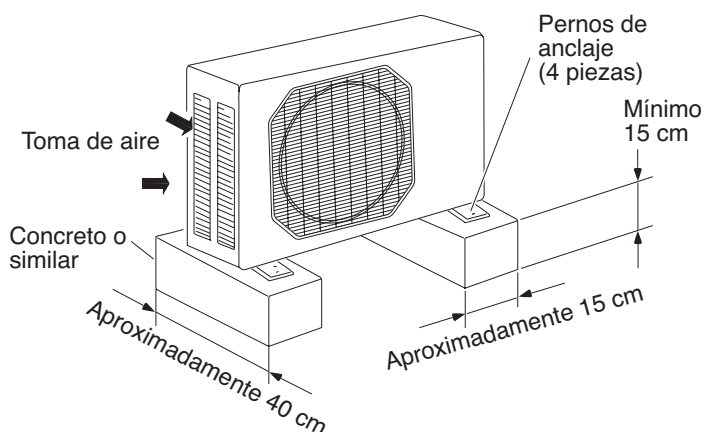

Fig. 5c
- Provea una base sólida (amortiguador de concreto de nivel, bloque de concreto, vigas de 15 × 40 cm o similar) un mínimo de 15 cm sobre el nivel de suelo para reducir la humedad y proteger la unidad contra posible daño por agua y disminución en la vida de servicio. (Fig. 5c)